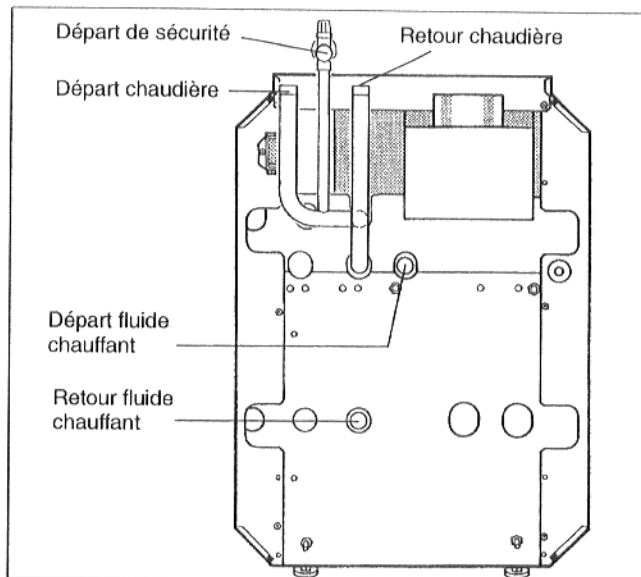

Fig. 8 Raccordements d'eau G124 XV
- Dévisser le manomètre de la soupape de sécurité, monter la soupape de sécurité sur le départ de sécurité (Fig. 8), puis revisser le manomètre sur la soupape de sécurité.
Pour un bon fonctionnement de la chaudière, chaque raccordement doit s'effectuer uniquement au point de raccordement prévu à cet effet (Fig. 8).
Si aucun préparateur d'ECS n'est raccordé, fermez vous-même le départ et le retour fluide chauffant (Fig. 8).